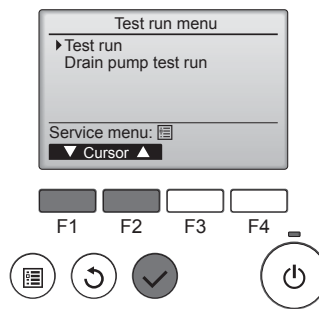

Fig. 7-5
- ④ Sélectionnez "Test run" (Test fonctions) à l'aide du bouton **[F1]** ou **[F2]** puis appuyez sur le bouton . (Fig. 7-5)